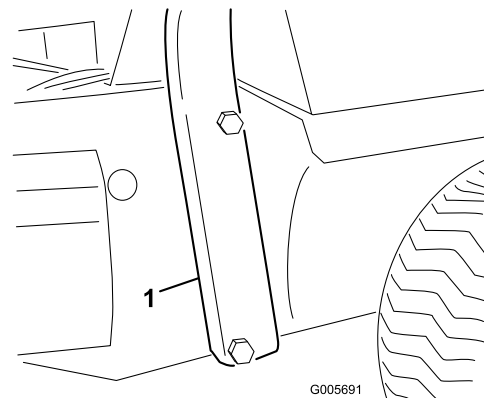

Figura 15
1. Baje la barra anti-vuelco sobre el bastidor, alineando los taladros de montaje según muestra la Figura 15.
2. Sujete la barra anti-vuelco al bastidor con 4 pernos (3/4 x 5-1/2 pulg.), arandelas de freno y tuercas (Figura 15). Apriete firmemente.